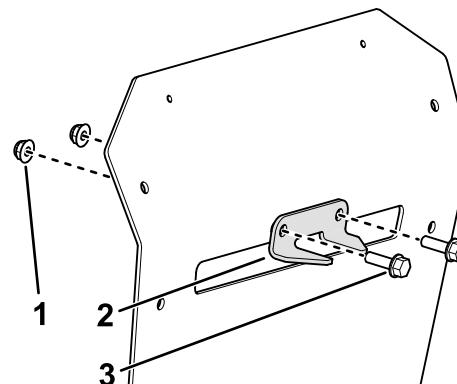

Figura 13
2. Montate la staffa di stabilizzazione sulla protezione posteriore utilizzando 2 bulloni (5/16" x 1") e 2 dadi di bloccaggio (5/16") come illustrato nella Figura 13.